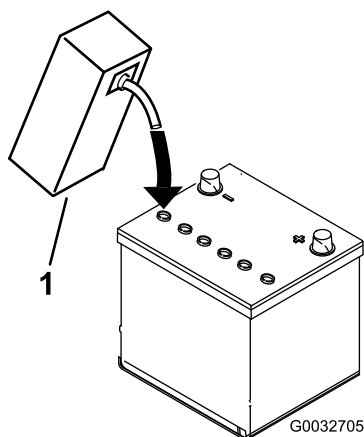

図 6
3. 各セルの電極板が液面下 6 mm程度に水没するまで、電解液を慎重に入れる 図 6。
4. 電極板が液を吸収するまで2030分間程度待つ。必要に応じて、電極板が 6 mm程度水没するぐらいに電解液を補充する 図 6。